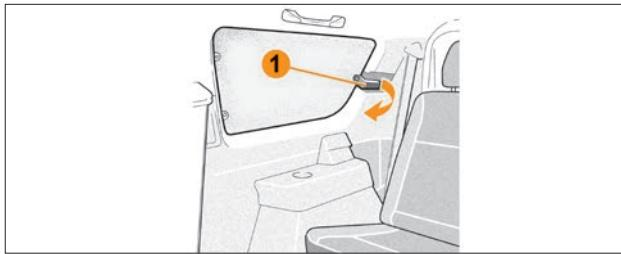

Рис. 4.1.6. Заднее боковое стекло
**В вариантом исполнении** заднее боковое стекло можно немного приоткрыть (рис. 4.1.6).